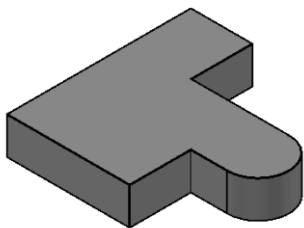

图 14-52 原始实体模型
- 1 打开“圆角边即学即练.dwg”文件，该文件中的原始实体模型如图 14-52 所示。